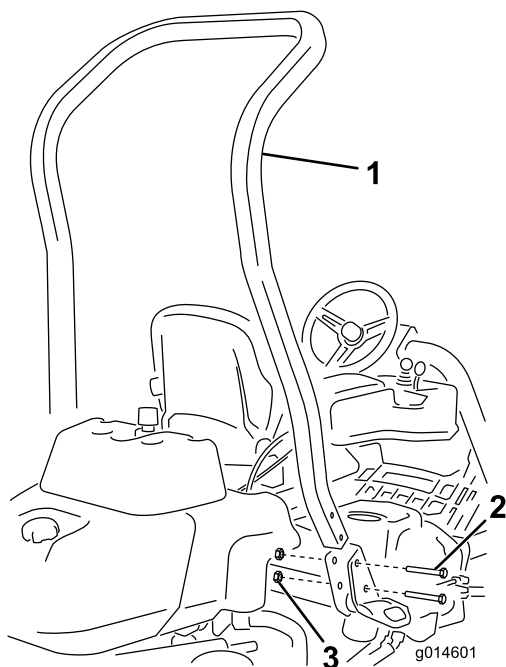

図 3
3. 機体の左右にあるポケットにROPSを差し込み、ボルト $\frac{1}{2}$ " x $3\frac{3}{4}$ "4本とフランジナット4本 $\frac{1}{2}$ "で固定する **図 3**。